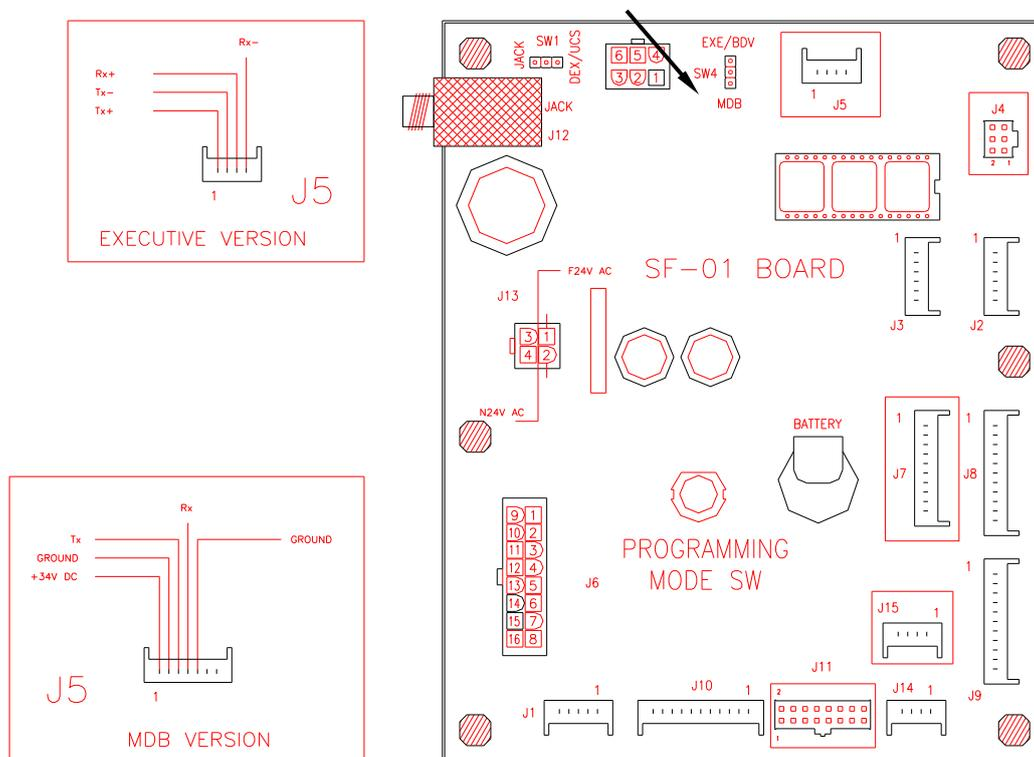

FIG. 3.5 – WECHSEL MDB / EXECUTIVE - SF01 BOARD
- um diesen Parameter zu ändern, setzen Sie die "DIL-Schalter, der sich zwischen dem **"MDB"** und **"EXE"** Anschluss befindet und befolgen Sie den Anweisungen auf dem Siebdruck der Steuerplatine (siehe Fig. 3.5)